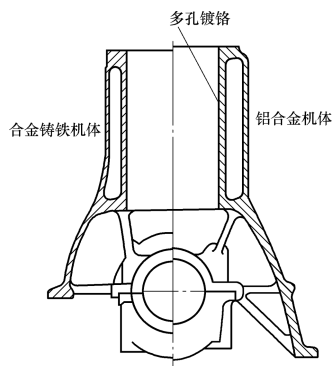

图 1-29 无气缸套机体
- 1) 无气缸套即机体上不镶嵌任何气缸套, 在机体上直接加工出气缸, 如图 1-29 所示。